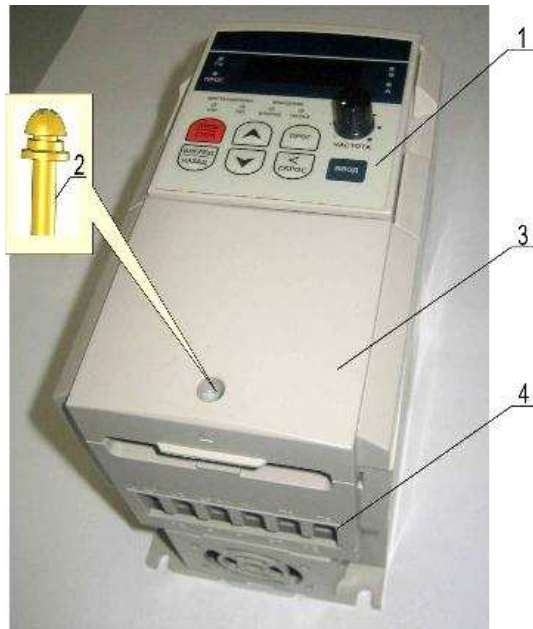

Рис. 7.24
7.9.2. Установить крышку 3, вкрутив в отверстие крышки винт 2 (рис. 7.24).
7.9.3. Установить пульт управления 1, приложив рукой вертикальное усилие вниз до щелчка (рис. 7.24).